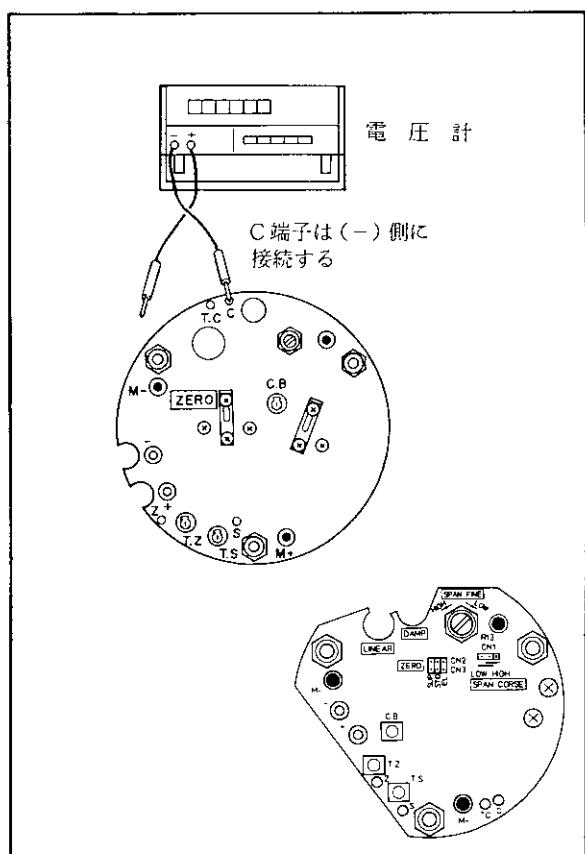

図6.13 温度補償回路のチェック端子
- (2) アンプユニットまたはカプセルアセンブリを交換した場合には、必要に応じ 6.4.1 項を参照してリニアリティ調整を行なってください。
- (3) C. B ボリウムを反時計方向に回し切ります(図 6.13 参照)。
- (4) T. Z ボリウムを回し C-Z 間の電圧が 0 ± 2.5 mV D. C 以内になるように調整します。
- (5) T. S ボリウムを回し C-S 間の電圧が 0 ± 2.5 mV D. C 以内になるように調整します。
- (6) C. B ボリウムを回し C-TC 間の電圧が 0 ± 5 mV D. C 以内になるように調整します。
- (7) 6.4.2 項を参照して、伝送器をご使用時の測定レンジに正しく調整します。ただし、測定レンジの 0 %が正または負方向に遷移している場合には、遷移量を零にしてください。